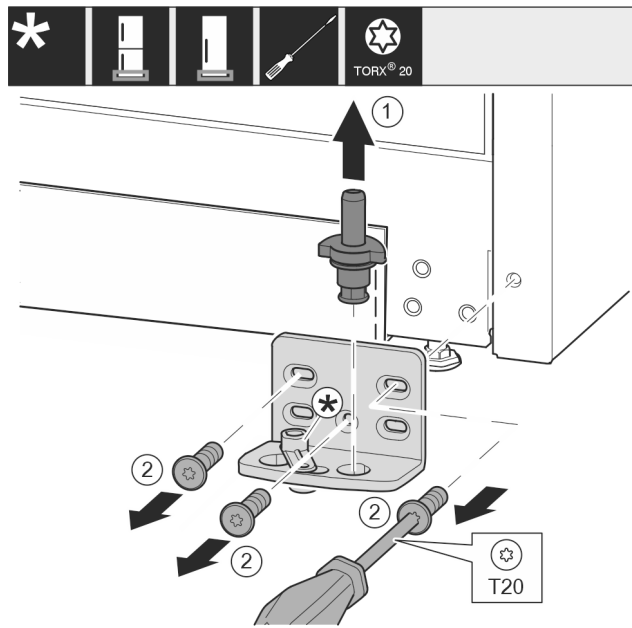

Fig. 16
- ▶ Húzza ki teljesen a csapszeget Fig. 16 (1) felfelé.
- ▶ Tekerje ki a csavarokat Fig. 16 (2) csavarhúzóval, és vegye le a csapágybakot.